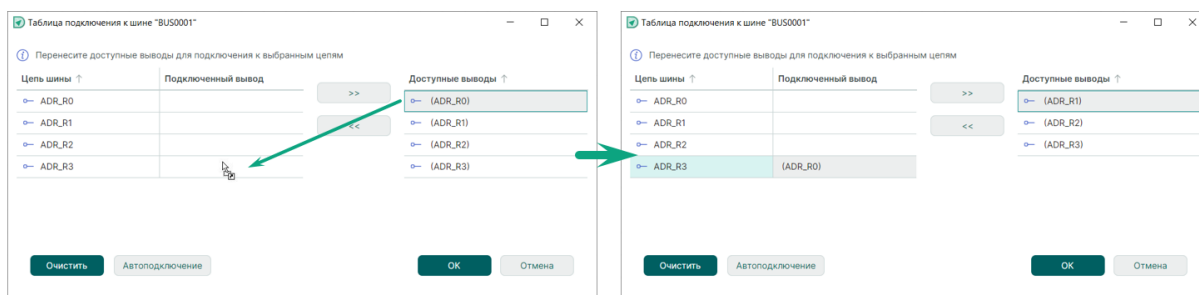

Рис. 194 Использование механизма «drag-and-drop» для установки соответствия между выводом и цепью шины
2. Переместите курсор мыши в левую часть окна в строку с именем подключаемой цепи шины, удерживая кнопку мыши зажатой, см. Рис. 194.